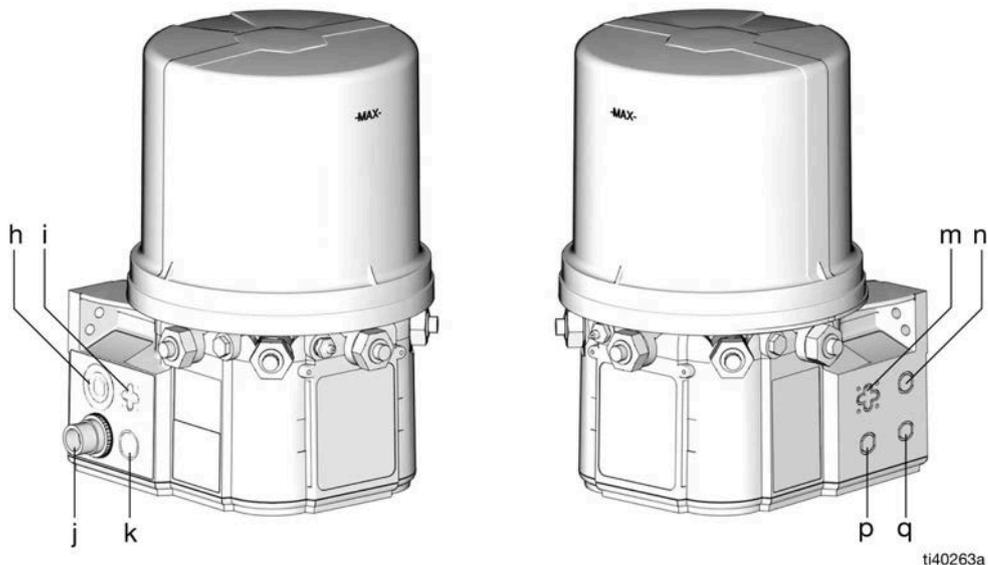

FIG. 1:
**REMARQUE :** les codes h - q se rapportent à un emplacement spécifique sur la pompe G5. Voir la FIG. 1 pour connaître ces emplacements.